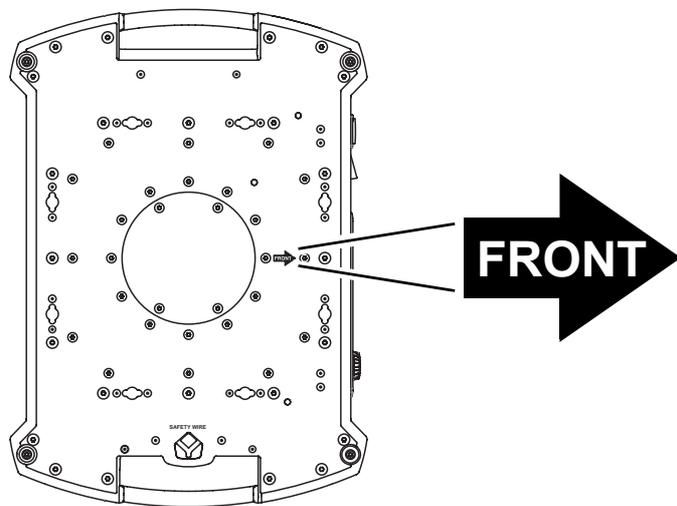

Bild 4: Vorderseite des Gerätes
3. Siehe Bild 4. Beachten Sie die position des Pfeils an der Basis. Er markiert die Vorderseite des Geräts.